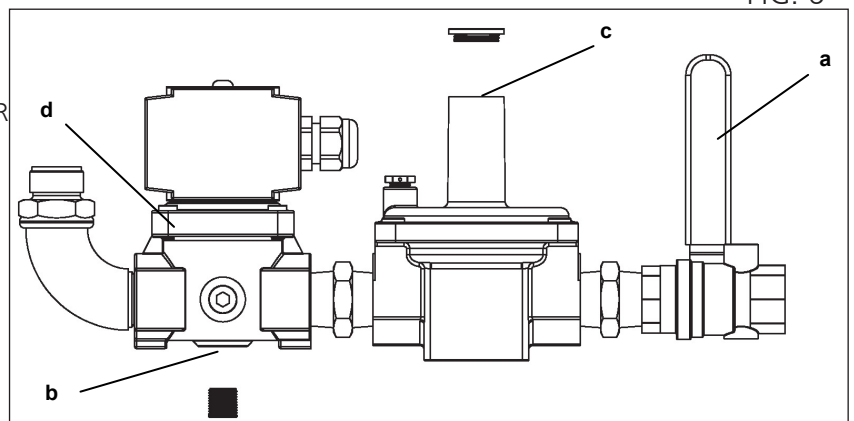

FIG. 6
- Raccorder un manomètre à la prise de pression (1) en amont et une seconde jauge à la prise de pression en aval (2) du groupe de soupapes;
- Lancer le chauffage et prendre la lecture au large de la 1ère jauge de pression d'alimentation et si nécessaire, ajuster le régulateur de pression (. N 3 figure 6) pour le système d'alimentation de gaz jusqu'à ce que la pression d'alimentation correcte indiquée dans les spécifications est atteint.